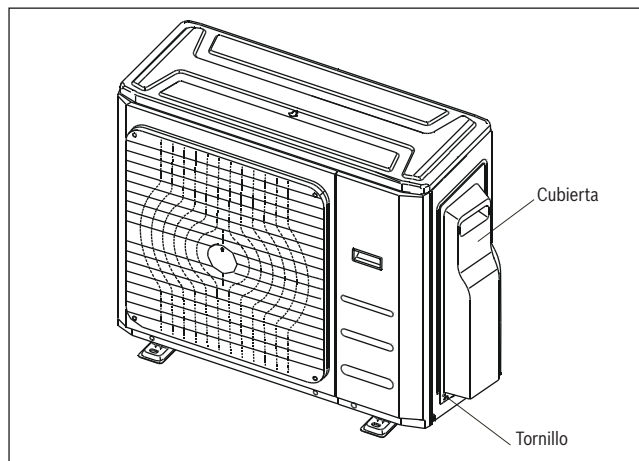

Fig. 22.
2. Retirar la cubierta eléctrica de la unidad exterior. En caso de no haber una cubierta en la unidad exterior, retirar los pernos del panel de mantenimiento y retirar el panel de protección. (Véase fig.22)